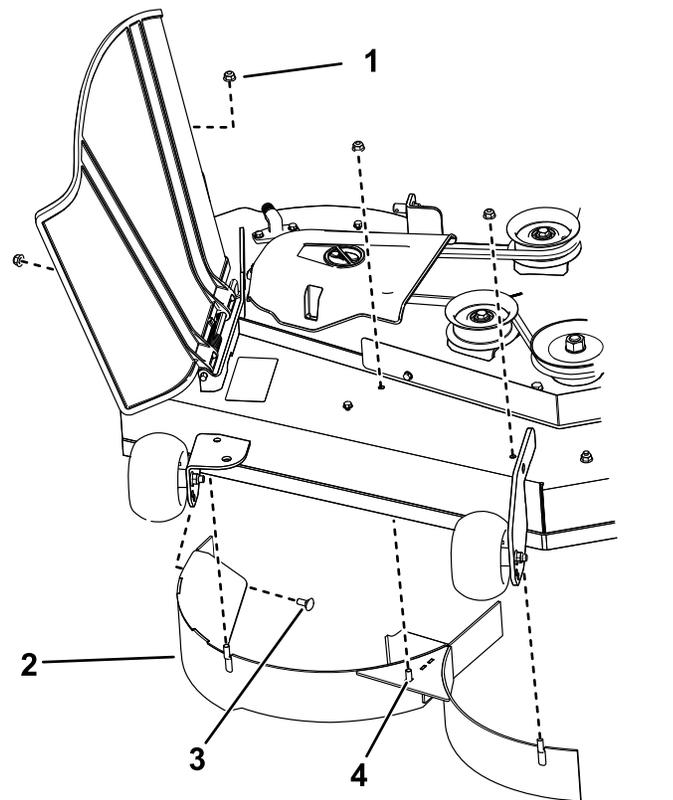

図 13
5. 右側バッフルをデッキに固定しているキャリッジボルト2本とロックナット2個を外してバッフルを外す 図 13。
6. 異物の飛び出しを防止するために、付属部品の中にあるボルト3本と、先ほど外したロックナットを使って、溶接付けピン用の穴を塞ぐ 図 13。
4. バッフルに溶接されているピンからロックナット5/16"3個を外す 図 13。